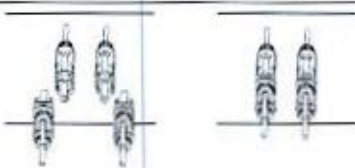

Figura 5.6 Conexão de Entrada DC
- d) Por fim, insira o conector DC na entrada positiva e negativa do inversor, conforme Figura 5.6